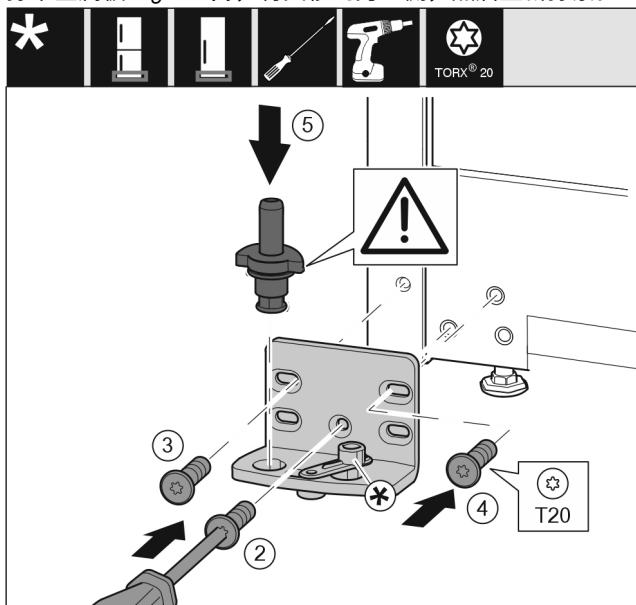

Fig. 29
- ▶ 将托架安装到另一侧，并借助螺丝刀旋紧。用螺钉 Fig. 29 (2)从底部的中心开始。
- ▶ 拧紧螺钉 Fig. 29 (3)和螺钉 Fig. 29 (4)。
- ▶ 将轴承螺栓 Fig. 29 (5)完全装入。同时注意止动凸轮需指向后方。